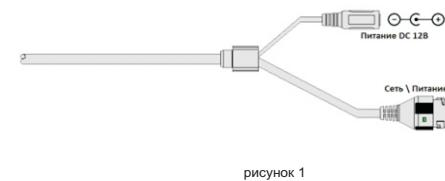

рисунок 1
- без аудио разъёма (рисунок 1),